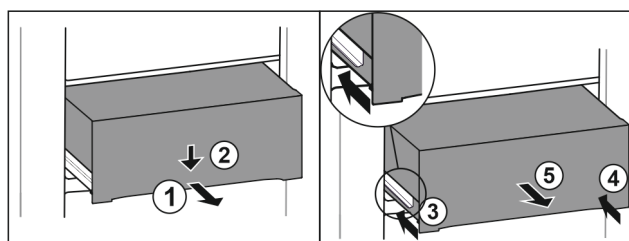

Fig. 146
- Schubfach halb herausziehen. Fig. 146 (1)
- Schubfach an der Vorderseite nach unten drücken. Fig. 146 (2)
- Linke Schiene etwa 2 cm einschieben. Fig. 146 (3)
- Rechte Schiene etwa 2 cm einschieben. Fig. 146 (4)
- Schubfach nach vorne entnehmen. Fig. 146 (5)